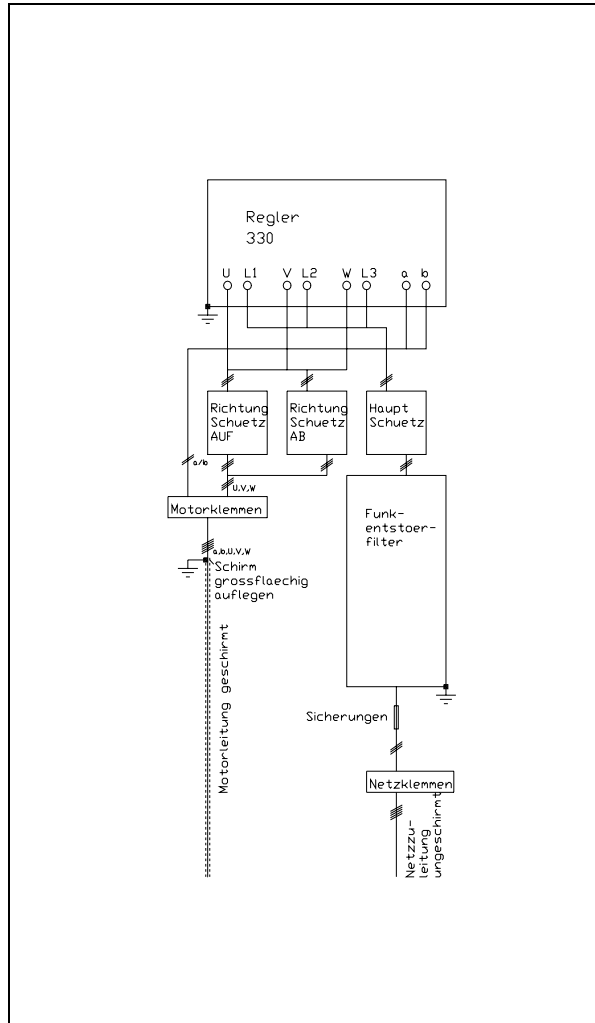

Bild 7.0
- Richten Sie sich bei der räumlichen Anordnung nach dem Schema in Abbildung 7.0!